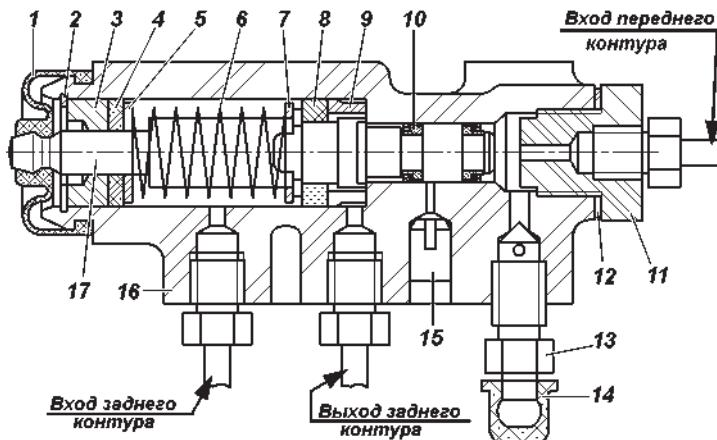
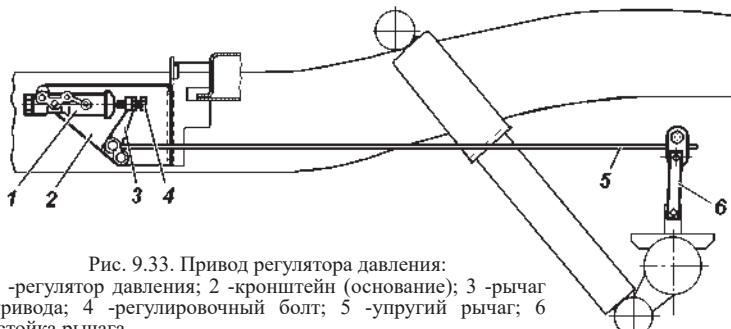

Рис. 9.32. Регулятор давления:
Рис. 9.33. Привод регулятора давления:
Регулятор давления (рис. 9.32). На автомобилях устанавливается механический регулятор давления, действующий на задние тормоза, который обеспечивает оптимальное распределение тормозных сил по осям автомобиля и не допускает опережающую блокировку задних колес. При обслуживании проверяйте работоспособность регулятора давления. Очищайте регулятор от грязи и проверяйте надежность его крепления. Внешним осмотром убедитесь, что регулятор и детали его привода не имеют повреждений, отсутствуют подтекания тормозной
В процессе эксплуатации и при замене задних рессор необходимо регулировать усилие упругого рычага 5 (рис. 9.33) на поршень регулятора. Регулировку производить в следующей последовательности:
3. Завернуть болт 4 (рис. 9.33) до соприкосновения его с хвостовиком поршня 17 (рис. 9.32) регулятора, довернув регулировочный болт на $1\dots 1\frac{1}{3}$ оборот (6-8 граней головки болта).
дополнительно отвернуть болт 4 (рис. 9.33) на 1-2 грани головки болта и повторить проверку при движении автомобиля.